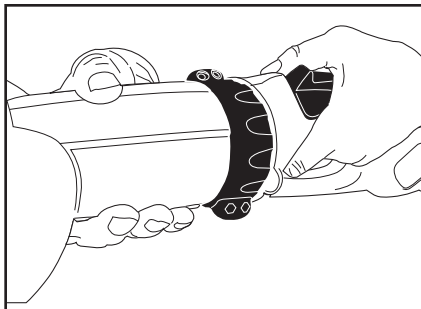

Figura 2
2. Inserte el extremo macho de la interfaz del mango de potencia en el enchufe hembra que está en el extremo del accesorio de la herramienta y verifique que esté asentado firmemente. (ver figura 2). La interfaz está acuñada para que sólo encaje de un modo. El mango y la herramienta deben encajar fácilmente. Si tiene problemas para ensamblarlas, verifique que los pasadores del mango estén alineados correctamente con las ranuras de la herramienta.